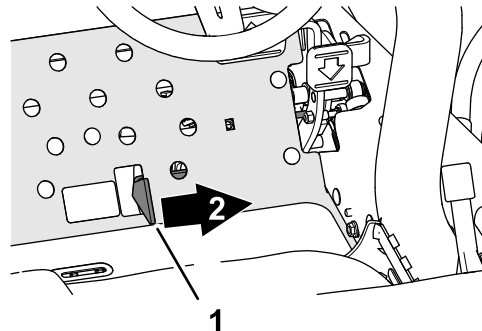

Figura 37
3. Ponga el interruptor de la transmisión de las unidades de corte en LA POSICIÓN DE ENGRANADO (Figura 37).
4. Empuje la palanca bajar/segat/elevar hacia adelante (Figura 37) para bajar y poner en marcha las unidades de corte (las unidades de corte delanteras están sincronizadas para que bajen antes de las unidades de corte traseras).